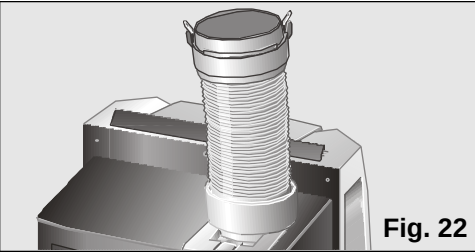

Fig. 22
- ❑ Verwijder de diffuser en zet de afvoerbuiss van de lucht op de in **Fig 22** aangegeven positie.